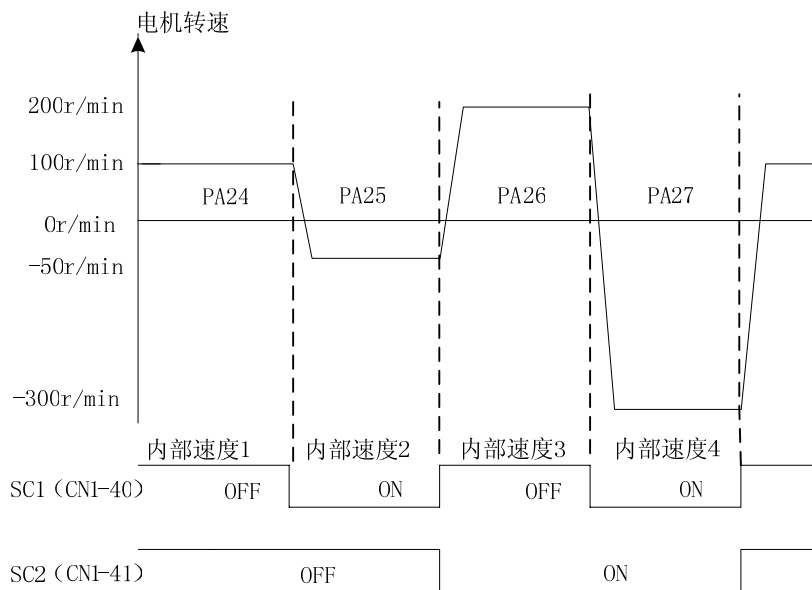

图 5-3 内部指令速度切换图
③、基本调试运行
3、通过 SC1、SC2 组合状态的变换从而切换 4 种不同的内部速度。同时监控电机的运行状态是否有振动、噪音，速度是否平稳，电机电流是否会超过额定值。图 5-3 为 4 种速度顺次切换的时序图：